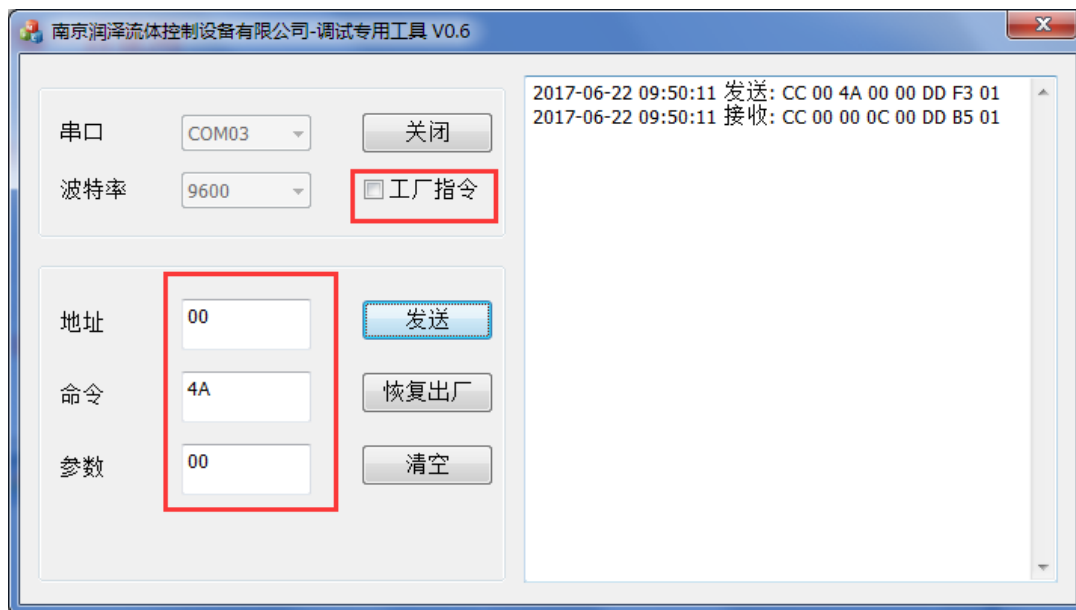

图 10
例 2：查询电机状态（如图 10）
- 4、输入完成后点击发送按钮，则会返回电机状态数据（返回数据详看表 3-2 或 3-10），接收信息如图 10（B3 为 00）所示即为正确